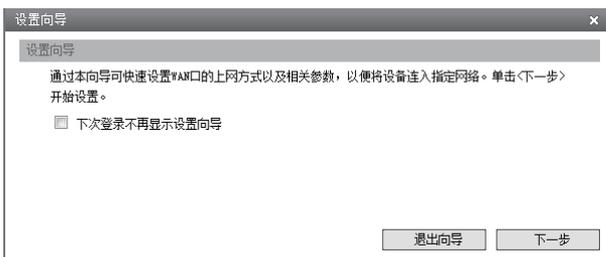

图4-4 设置向导
3. 成功登录后会弹出设置向导界面, 如图4-4所示。如果没有自动弹出, 可以单击主页左侧的“设置向导”菜单进入。以下设置以单WAN口企业VPN路由器MR900为例, 多WAN口企业VPN路由器产品界面会略有不同。单击“下一步”, 开始设置。